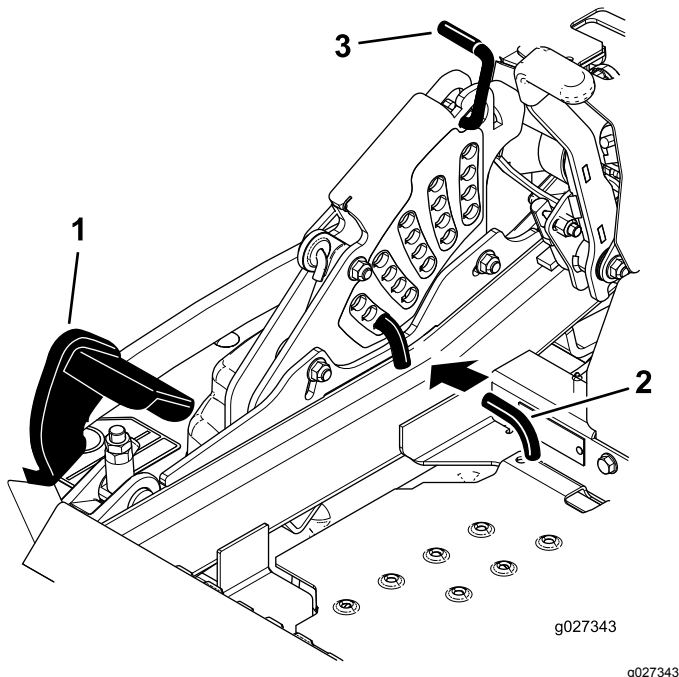

Figura 98
5. Empuje el pedal de elevación de la carcasa hacia delante del todo; la carcasa se enganchará en la posición de transporte de 14 cm (5½") (Figura 98).